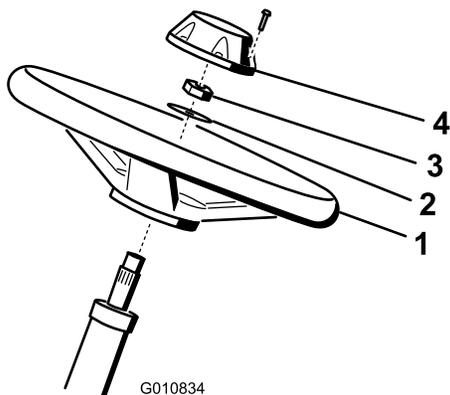

図 5
1. ハンドルをステアリングシャフトにはめ込む（図 5）。
2. ワッシャをステアリングシャフトにはめ込む（図 5）。
3. ジャムナットでハンドルを固定し、27-35 N.m = 2.8-3.6 kg.m = 20-26 ft-lb) にトルク締めする（図 5）。
4. キャップを取り付け、ねじで固定する（図 5）。